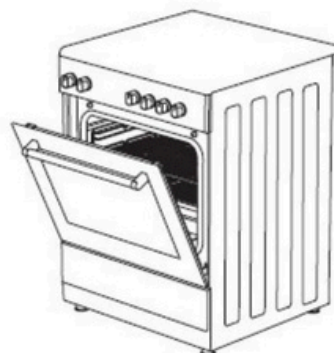

Figure 11
3. Platzieren Sie die Sicherheitsabdeckung unter dem Bedienfeld, indem Sie die vordere Glasabdeckung des Backofens öffnen. (Abbildung 11) 4. Anschließend die Sicherheitsabdeckung zwischen Ofen und Frontabdeckung einrasten lassen, indem die Abdeckung vorsichtig geschlossen wird. (Abbildung 12)